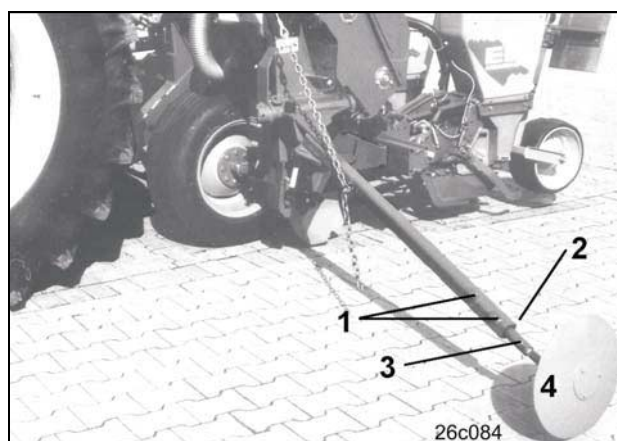

Fig. 98
- Klembouten losdraaien (Fig. 98/1)
- Markeurpijp (Fig. 98/2) tot de vereiste lengte uittrekken
- Klembout (Fig. 98/3) losdraaien en markeurschijf (Fig. 98/4) uittrekken.